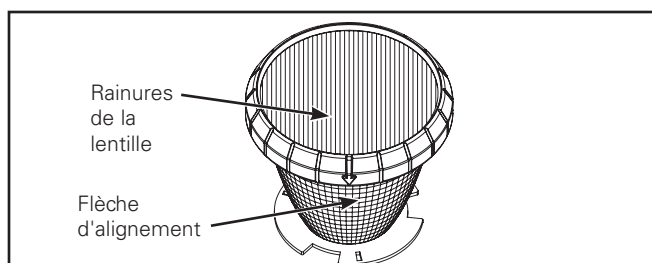

Figure 8.
2. Si vous utilisez un filtre directionnel comme la lentille à diffusion linéaire (facultatif), alignez les rainures de la lentille avec la flèche d'alignement du support du filtre (Figure 8).